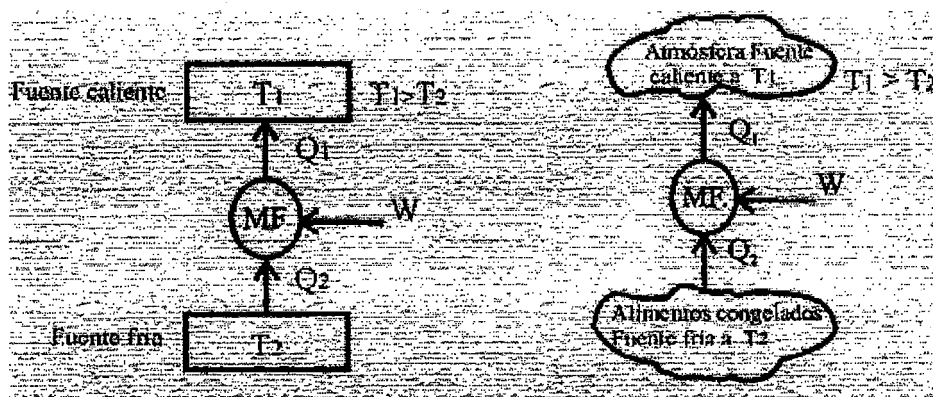

Figura 7.8
Cuando se busca extraer una (Q_2) de la fuente fría, surge esta máquina, que funciona al revés de una máquina térmica, para ser posible el funcionamiento de esta máquina hay que entregar una energía desde el medio, a esta energía se lo llama (W) , la máquina frigorífica entonces absorbe calor de la fuente fría y cede calor a la fuente caliente. Ver (Figura 7.8)